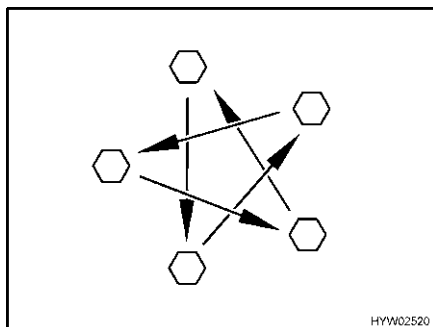

Fig. 66 Serrare a croce i dadi o i bulloni delle ruote
- Controllare regolarmente il serraggio dei dadi o dei bulloni. Regolare a croce (Fig. 66) il serraggio dei dadi o dei bulloni di una ruota sostituita dopo circa 50 km.